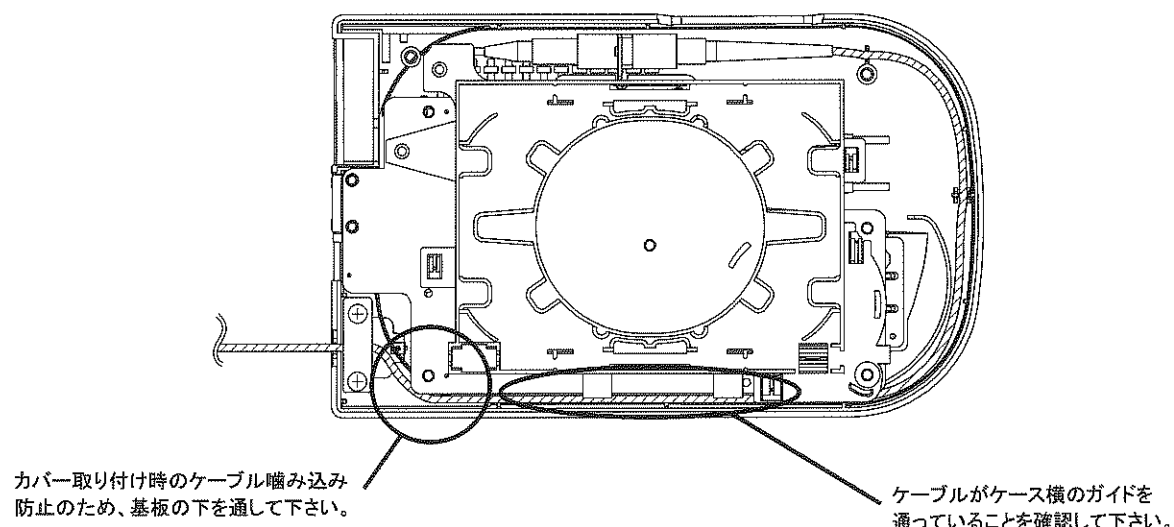

図 4-37 光ファイバケーブルの固定
- ・ 光ファイバケーブルの引き回しを再度確認した後、光ファイバ固定カバー用ネジ(付属品④)を本締めして下さい。(図 4-37 参照)